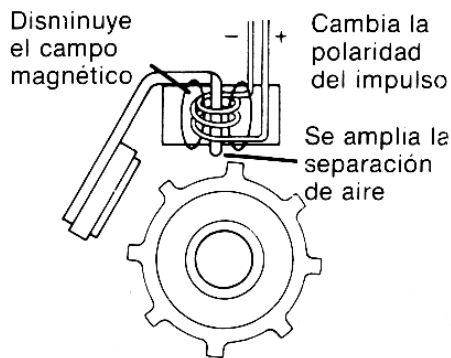

Figura 2.21
Este incremento repentino en la intensidad del campo magnético (figura 2.21), induce un pequeño **impulso** de voltaje en la bobina captadora. Este impulso al ser enviado hacia el módulo de encendido, es procesado (rectificado) y tomado como la señal positiva de la corriente alterna, que está generando el sensor inductivo, en ese momento se convierte en un pulso digital positivo (un 1), el cual activa el transistor de potencia, permitiendo la alimentación negativa digital de la bobina de encendido.
- A medida que el reluctor gira, el diente ya no se alinea con la bobina captadora, y en consecuencia, el campo magnético comienza a disminuir su intensidad alrededor de la bobina captadora. Al momento de cambiar de un estado de intensidad de campo magnético mayor que uno, de menor intensidad, se induce otro impulso de voltaje, pero negativo, este impulso también es enviado al módulo de encendido, pero el proceso de operación del módulo no lo toma en cuenta como un voltaje (o sea un 1 digital), lo "ve" como el cero de la señal digital (figura 2.21).